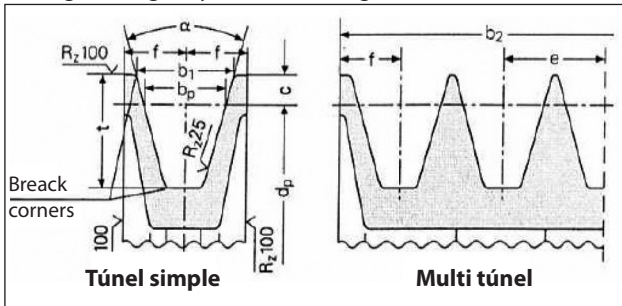

Fig. 10
- a) Utilizar poleas con correas trapezoidales con las dimensiones del canal prescritas/recomendadas por el fabricante de la correa utilizada. A falta de indicaciones, seguir la Fig. 10 y a la tabla de Fig. 11.